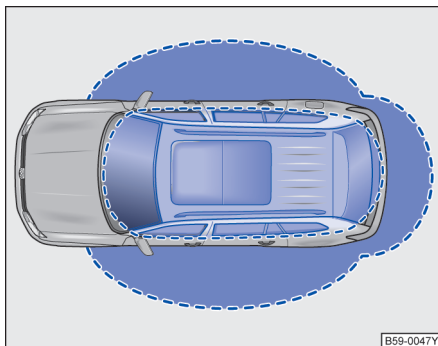
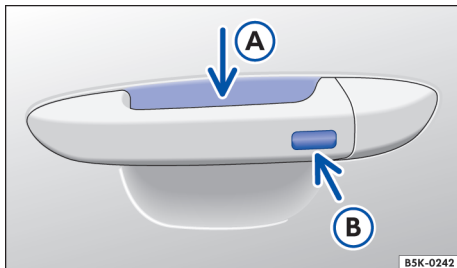

图 58 无钥匙进入闭锁/启动系统：工作范围
图 59 无钥匙系统 Kessy：车门拉手上的传感区。
Kessy 是一种无钥匙系统，它可以实现在不操作遥控钥匙的情况下解锁或锁止汽车。操作者只需随身携带一把有效遥控钥匙，并处于车门或行李厢盖的有效感应区域内→图 58，同时触摸车门拉手上的传感区之一→图 59 或按压行李厢盖上的按钮进行简单操作即可实现。
如果有一把有效遥控钥匙在接近范围→图 58 内，则无钥匙系统 Kessy 会将访问权限授予该钥匙。紧接着可以在不主动操作遥控钥匙的情况下执行以下功能：
- 触摸在驾驶员或副驾驶员车门拉手内侧的传感区→图 59（箭头 A）。
- 触摸车门拉手上的传感区→图 59（箭头 B）一次。汽车锁止。
如果汽车已锁止并且一把有效汽车钥匙位于行李厢盖的接近范围内→图 58，行李厢盖在通过把手按钮打开时会自动解锁。
- 要便捷关闭所有电动车窗和天窗，请用手指按住车门拉手上的传感区→图 59  几秒钟。